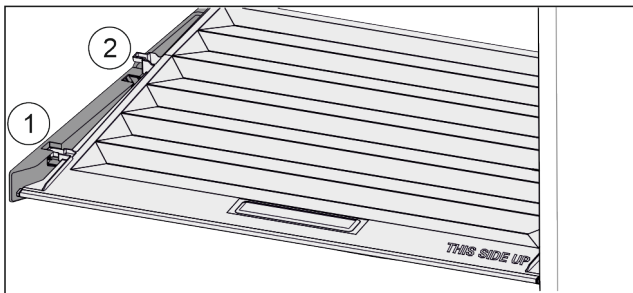

Fig. 81
- Tirer le couvercle vers l'avant jusqu'à l'orifice des pièces de retenue Fig. 81 (1).
- Le soulever par le bas à l'arrière et le sortir par le haut Fig. 81 (2).